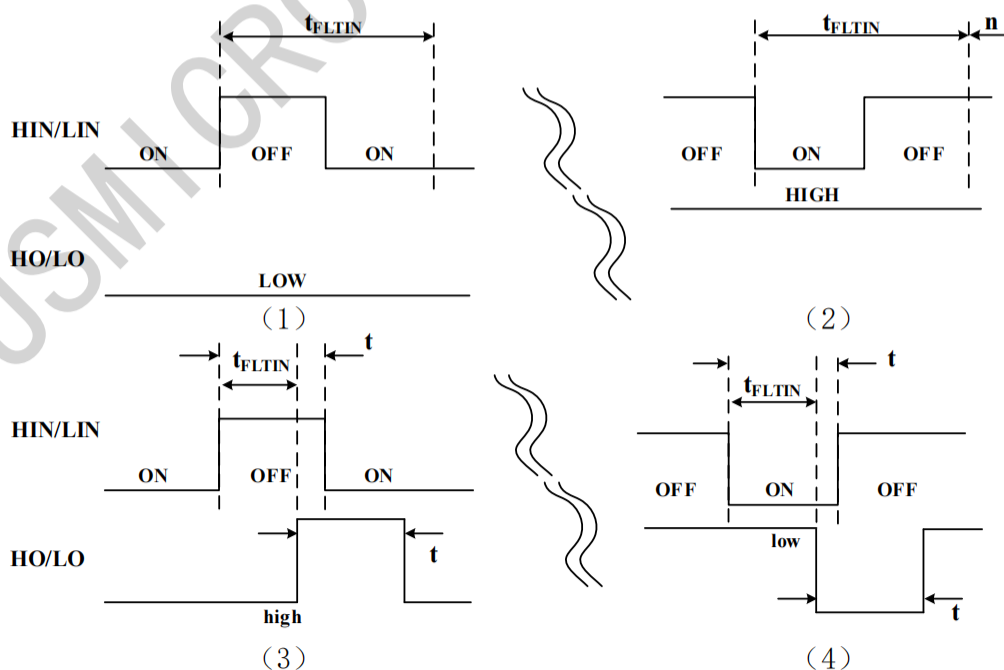

图 7-2 输入滤波波形定义
FAN73896包含有三路独立的半桥信号输入端口用于接收来自主控的控制信号，不互相干扰。每路半桥的高侧与低侧之间有互锁功能，保证同相位高侧与低侧的输出不会同时为高电平。且高侧与低侧信号之间存在内置的死区时间，有效避免了输出信号重叠导致的严重故障。信号输入端口采用边沿触发的方式，因此在触发保护后，需要给出下一个触发沿信号，输出才会产生变化。每个信号输入端口均通过一个 40KΩ 的电阻下拉至 VSS，浮空时将置为低电平输入。每个信号输入端口（包括 EN 使能端口）均包含有滤波功能，不会被低于滤波时间的脉冲触发，当包含滤波功能的端口输入信号发生变化时，其持续时间小于输入滤波时间，输出端口均不受到影响产生变化。当输入信号变化持续时间大于输入滤波时间，输出端口则随输入信号发生改变，并与其保持同等时间，如图 7-2 所示：
(1) 当输入正脉冲信号时，且该脉冲信号宽度小于滤波宽度 ($t < t_{FLTIN}$)，如图 7.2(1)所示。输出信号不发生变
(2) 当输入正脉冲信号时，且该脉冲信号宽度大于滤波宽度 ($t > t_{FLTIN}$)，如图 7.2(3)所示。输出信号发生变化，触发一个持续时间为 t (同输入脉宽时间) 的低电平后恢复高电平；
(3) 当输入负脉冲信号时，且该脉冲信号宽度小于滤波宽度 ($t < t_{FLTIN}$)，如图 7.2(2)所示。输出信号不发生变化，持续为低电平；
(4) 当输入负脉冲信号时，且该脉冲信号宽度大于滤波宽度 ($t > t_{FLTIN}$)，如图 7.2(4)所示。输出信号发生变化，触发一个持续时间为 t (同输入脉宽时间) 的高电平后恢复低电平。